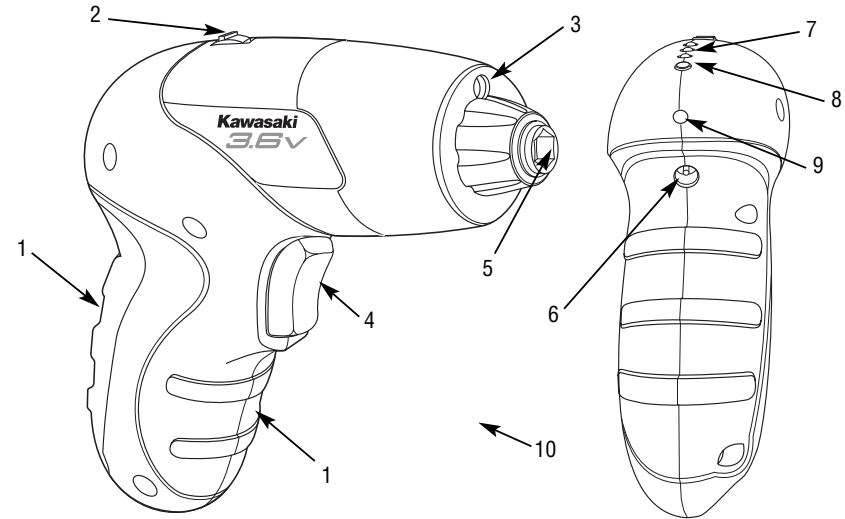

FIGURA 1. UBICACIÓN DE LOS COMPONENTES DEL DESTORNILLADOR INALÁMBRICO
El destornillador inalámbrico usa una batería de litio recargable de alta calidad. La batería se carga mediante un cargador de CA que se enchufa en el lado posterior del mango de la luz de trabajo. (En la Figura 1 encontrará su ubicación) La unidad de carga usa clavijas comunes (ambas son iguales), lo cual significa que no requiere tomacorrientes de CA polarizados ni puestos a tierra. Tanto la unidad de carga como el enchufe están moldeados de modo que no se puedan abrir para ser reparados. Siga estos pasos para cambiar la batería en el destornillador inalámbrico:
2. Introduzca el enchufe del cargador en el tomacorriente en el mango. Ver Figura 1.
4. Observe las luces indicadoras de estado de la batería situadas arriba del destornillador inalámbrico detrás del interruptor de la luz de trabajo. Ver Figura 1. Directamente detrás de dichas luces hay un botón de prueba de la batería. Pulse el botón para iluminar las luces indicadoras. Hay una luz indicadora verde, amarilla y roja. Si la batería está cargada, se encenderán las tres luces. Cuando la batería esté baja y deba recargarse, sólo se iluminarán las luces amarilla y roja. Cuando la batería esté demasiado baja para operar el destornillador, sólo se iluminará la luz roja.